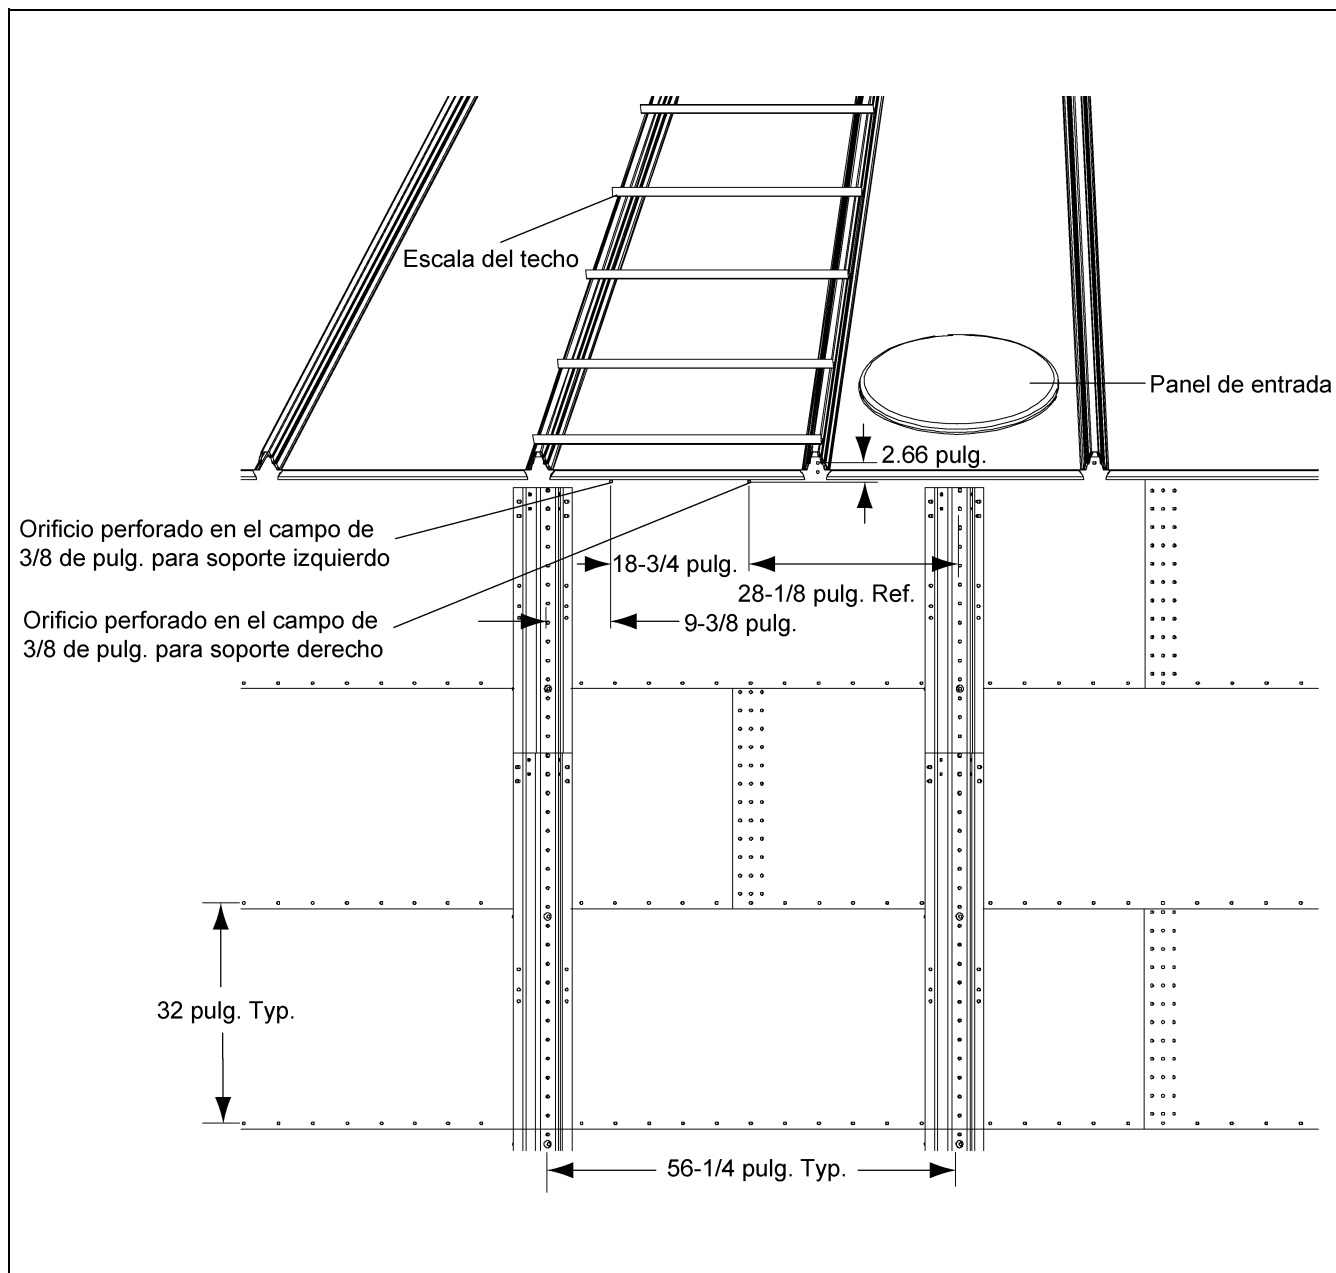

Figura 5B
Los soportes iniciales se deben ubicar directamente debajo de la escala del techo. Antes de que se instalen los soportes iniciales, se deben perforar en el campo dos (2) orificios de 3/8 de pulg. a 2.66 pulg. abajo y directamente en línea con la fila superior de los orificios horizontales pre-perforados. El primer orificio que se requiere para el soporte inicial izquierdo se debe ubicar a 9-3/8 pulg. desde el centro del soporte (STIFFENER) hasta el centro del orificio como se muestra en la Figura 5B. El segundo orificio que se requiere para el soporte inicial derecho se debe ubicar a 18-3/4 pulg. desde el centro del primer orificio. Refiérase a la Figura 5B para la ubicación adecuada de los dos (2) orificios de 3/8 de pulg. que se perforan en el campo que se requieren para la instalación de los soportes iniciales.